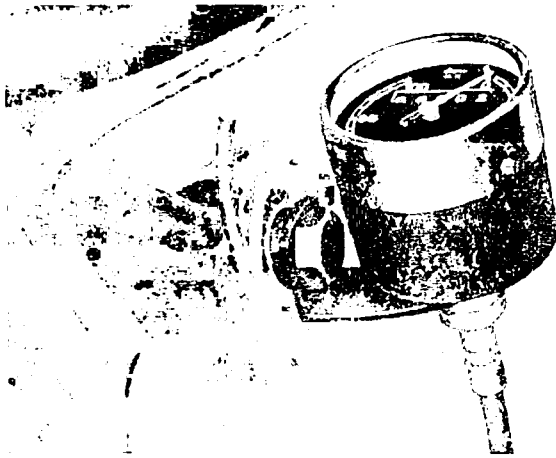

Bild 166. Anbau des Geschwindigkeitsmessers an der Gabel
15. Mutter des Gabelbolzens Nr. 146613-1 lösen und dafür Zwischenscheibe Nr. 09322, Halter Nr. 09317 und Spezialmutter Nr. 09321 aufschrauben (Bild 166).